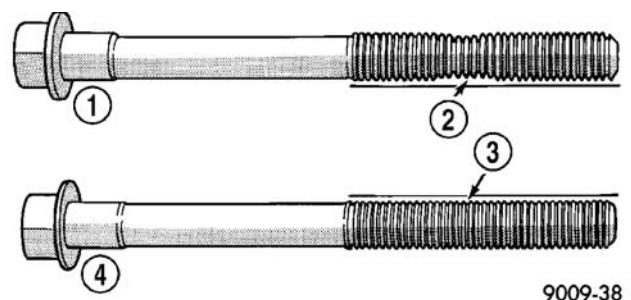

图 55 检查拉长的（拉细的）螺栓
(3) 进行主轴承配合程序。（参见 9-发动机/发动机体/曲轴主轴承-标准程序）
(4) 检查主盖螺栓有否拉伸（图 55）。替换拉长的螺栓。
附注：在重新使用前应检查主盖螺栓。螺栓拉伸可通过把住一个标尺或直尺抵住螺纹的方式检查。若所有的螺纹不接触到标尺，就必须替换螺栓（图 55）。
(6) 安装和紧固新的交叉螺栓和垫圈组件（仅指 3.8L 发动机）至 $61\text{N} \cdot \text{m}$ (45ft.lbs.)（图 55）。